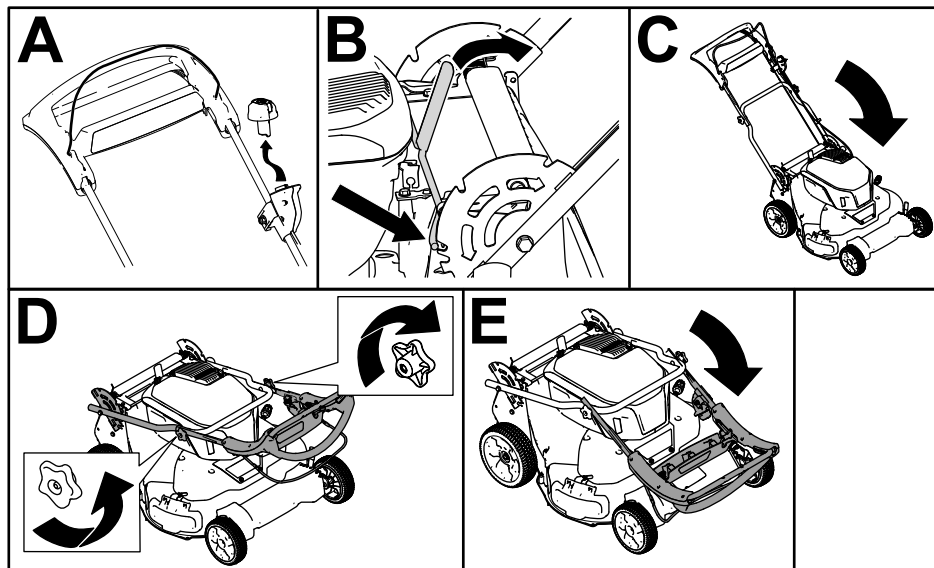

Bild 22
1. Entfernen Sie den Elektrostarttaster (Bild 22).
2. Drücken Sie den Holmarretierhebel nach hinten, um die Holmarretierstifte zu lösen (B in Bild 22).
3. Senken Sie den Holm zur Vorderseite der Maschine hin ab (C in Bild 22).
4. Lösen Sie die Holmhandräder mit denen der obere Holm befestigt ist (D in Bild 22).
5. Senken Sie den oberen Holm ab (E in Bild 22).